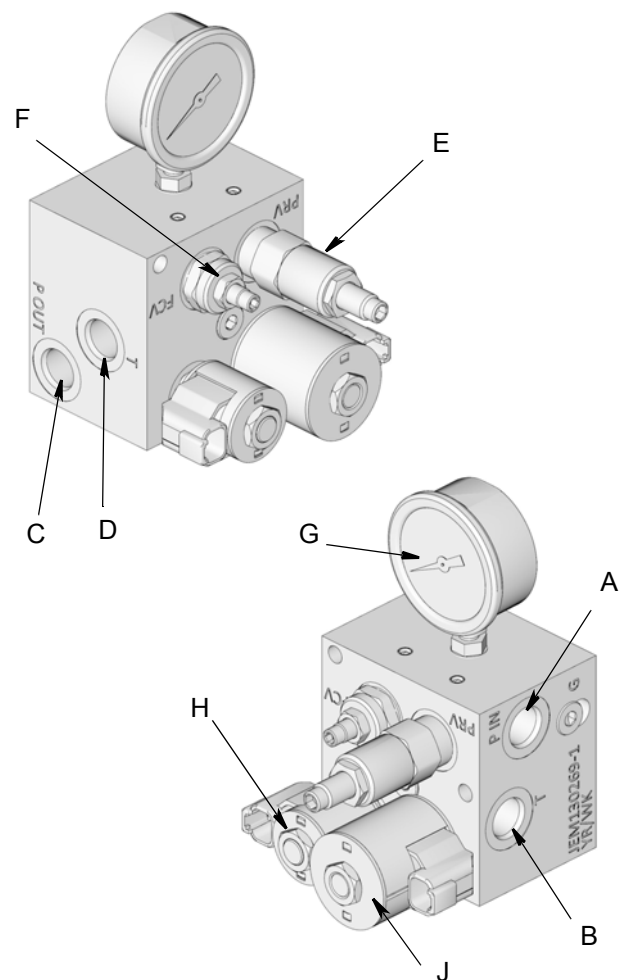
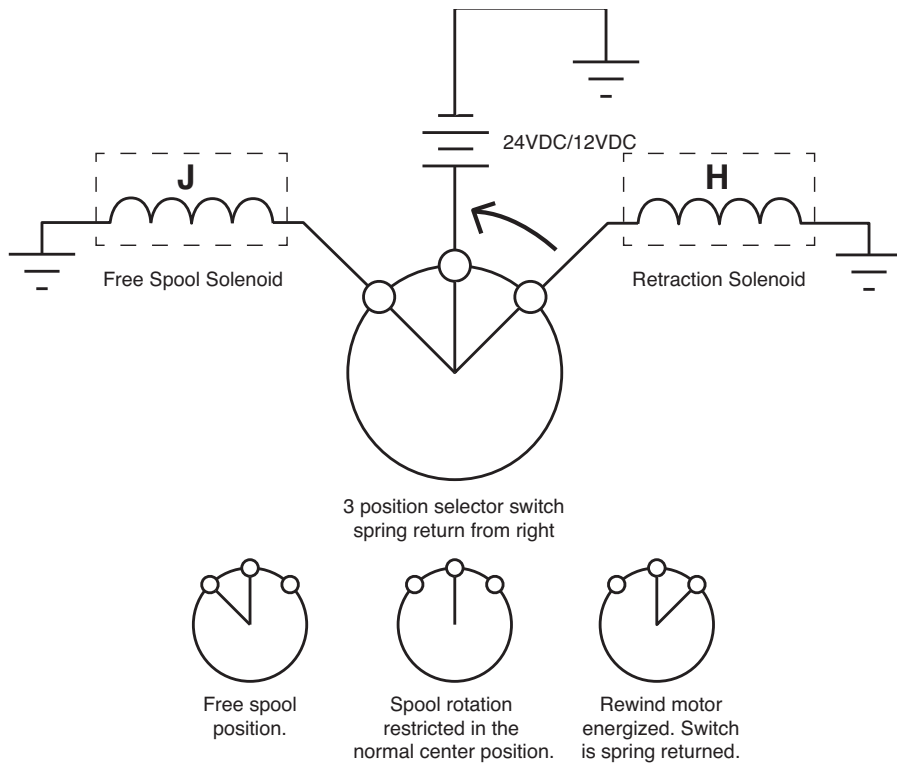
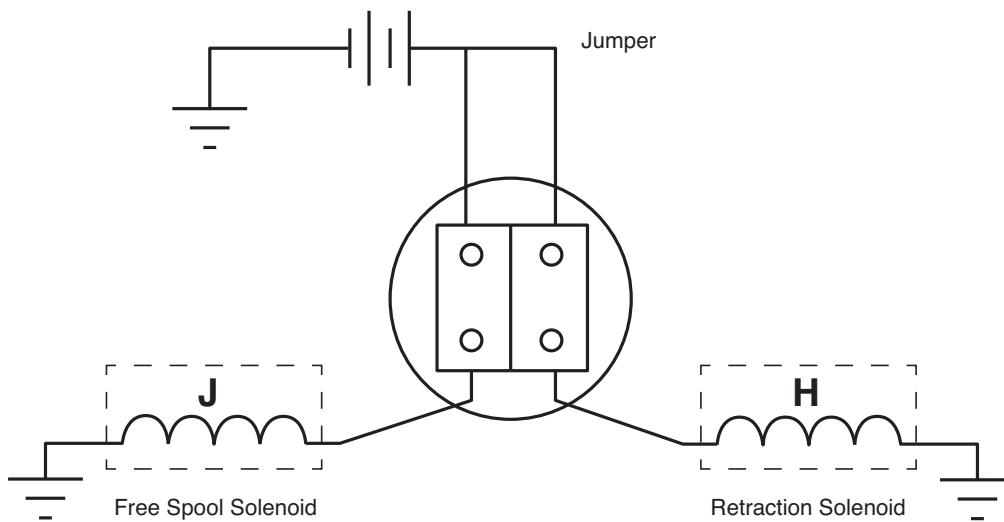

FIG. 19
FIG. 20
FIG. 21
1. Installare il controllo idraulico (Graco PN 127224 - 12 V o 127225 - 24 V. Consultare Kit vari, pagina 46) (FIG. 19).
- a. Collegare l'alimentazione idraulica all'ingresso della pressione idraulica (A).
- b. Collegare il flessibile di ritorno del serbatoio alla porta del serbatoio (B).
- c. Collegare l'uscita della pressione idraulica (C) all'ingresso del motore idraulico adeguato sulla bobina per il senso di rotazione desiderato.
- d. Collegare il ritorno del serbatoio (D) alla porta rimanente sul motore della bobina.
2. Collegare l'interruttore ai solenoidi sul modulo di controllo idraulico come mostrato in (FIG. 20 e FIG. 21).
- Motori idraulici - Invertire le parti ingresso e ritorno alle linee del serbatoio sul motore idraulico (FIG. 19, pagina 27).